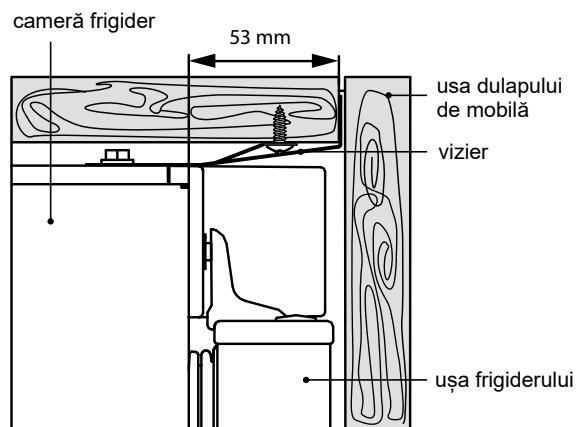

Figura 6
**ATENȚIE! Distanța de la dulapul frigiderului la marginea vizierului în conformitate cu figura 6 trebuie menținută pe toată înălțimea frigiderului. Pentru a asigura închiderea etanșă a ușii frigiderului, această distanță ar trebui să fie de 53 mm.**